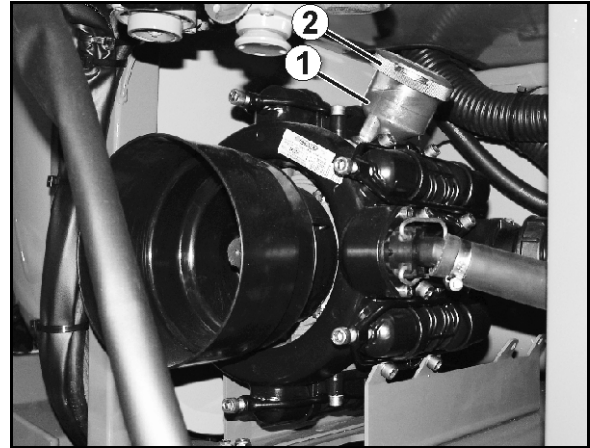

Fig. 157
1. Oliestanden skal være synlig i markeringen (Fig. 157/1), når pumpen står stille i vandret position.
3. Dækslet (Fig. 157/2) tages af og olie fyldes på, hvis oliestanden ikke er synlig i markeringen (Fig. 157/1).
2. Dækslet (Fig. 157/2) afmonteres.
5. Indgangsakslen drejes henholdsvis til højre og venstre. Samtidig hældes der langsomt nyt olie på. Den korrekte oliemængde er hældt på, når olien er synlig i markeringen (Fig. 157/1).